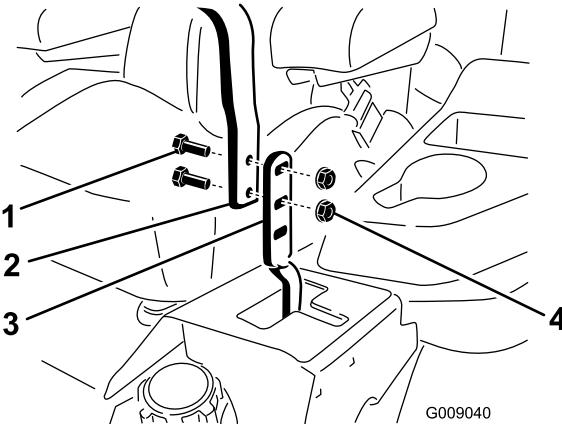

Figura 87
3. Allentate i bulloni e i dadi delle flange montati sulle leve (Figura 87).